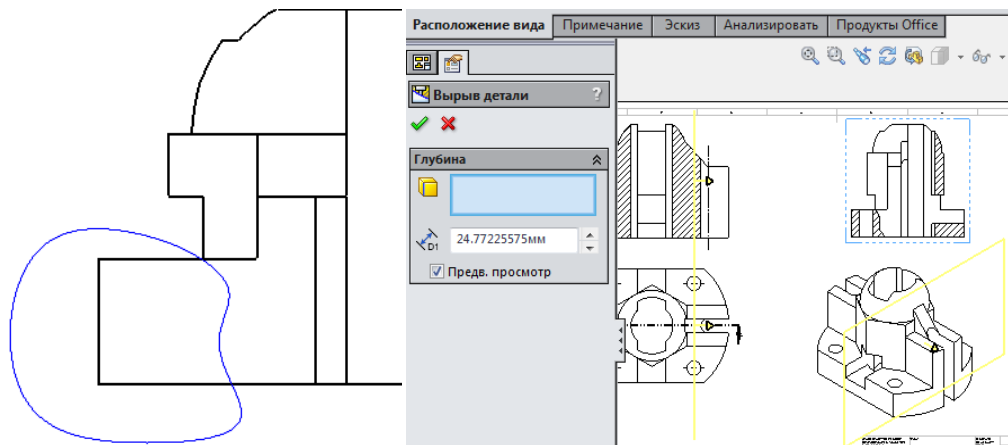

Рисунок 4.35 – Створення місцевого розрізу
11. Створіть на виді "СЛЕВА" ескіз, як на рис. 4.35 і за допомогою команди "ВЫРЫВ ДЕТАЛИ" створіть місцевий розріз.